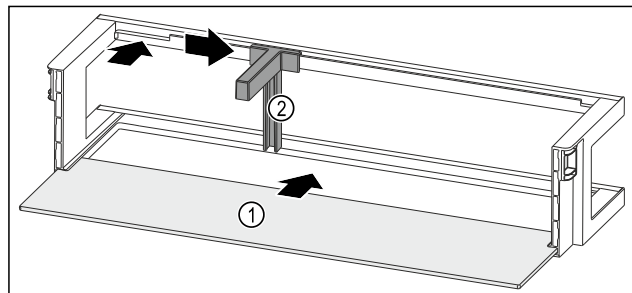

Fig. 199 Polica u vratima s policom za odlaganje
- Umetnite policu Fig. 199 (1) u bočna udubljenja.
- Držač za boce Fig. 199 (2) umetnite u otvor.
- Držač za boce Fig. 199 (2) pogurnite u željeni položaj na stranu.